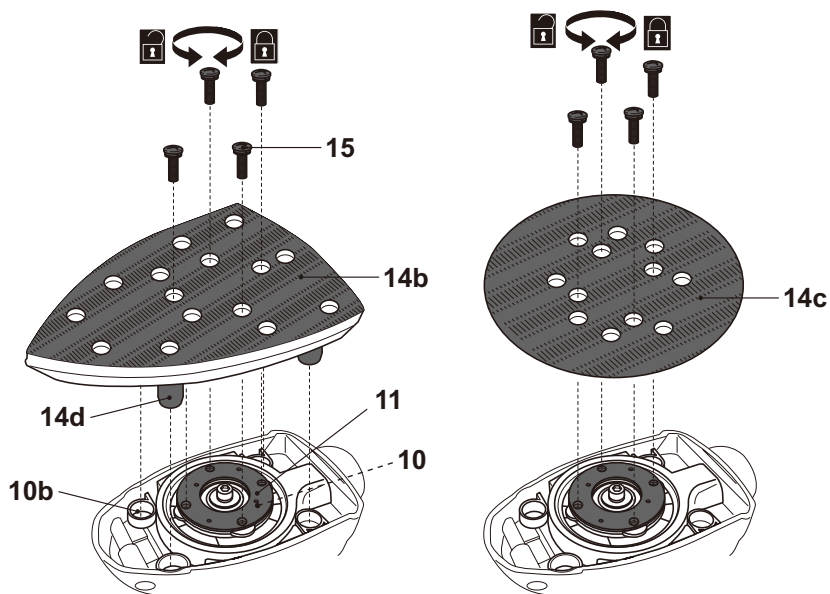

Fig. 3
- > Alinee los orificios y coloque la placa base (14b, 14c) en la brida de apoyo (11)/disco motriz (10). Asegúrela con los 4 pernos (15) (Fig. 3).